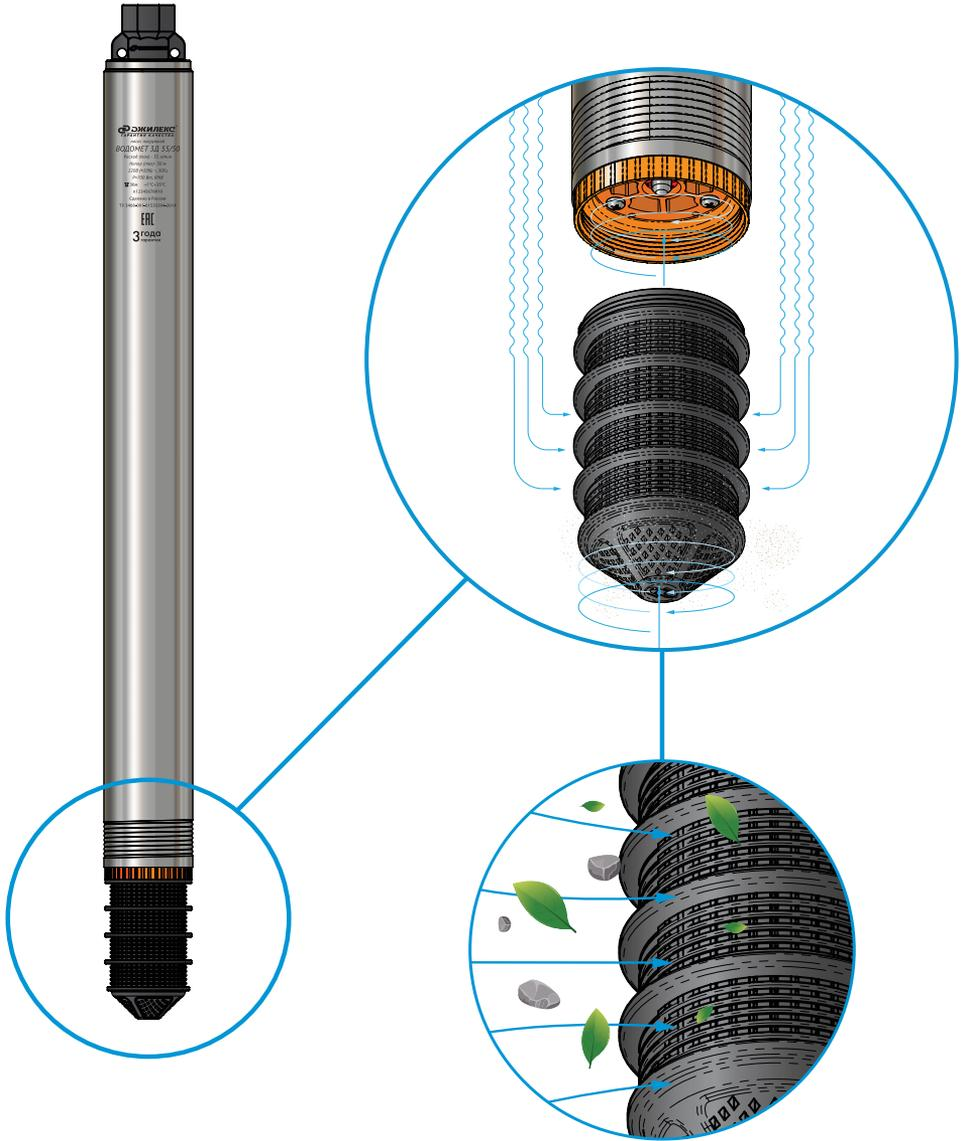

Рисунок 2
- В нижней части насоса «ВОДОМЕТ ЗД» расположена водозаборная часть, состоящая из крышки и съемного сетчатого водозаборного фильтра (рисунок 2). Съемный водозаборный фильтр позволяет обеспечить повышенную степень защиты насоса, предотвращая всасывание грязи и песка. Конусообразная форма нижней крышки облегчает опускание насоса в скважину при «ступенчатом» соединении обсадных труб. Площадь поверхности заборной сетки фильтра в разы больше, чем у классической конструкции водозаборной части насоса. Это позволяет полноценно качать воду, даже если ошибочно при монтаже насос опустили на дно источника или при частичном засорении всасывающей сетки, не теряя при этом своих характеристик и не подвергая перегрузкам электродвигатель. Фильтр состоит из двух частей – адаптера и фильтрующей сетки, соединенных между собой резьбой. При загрязнении глиной, илом, длинноволокнистыми включениями достаточно открутить фильтрующую сетку и очистить её. Это упрощает обслуживание и увеличивает срок службы насоса.